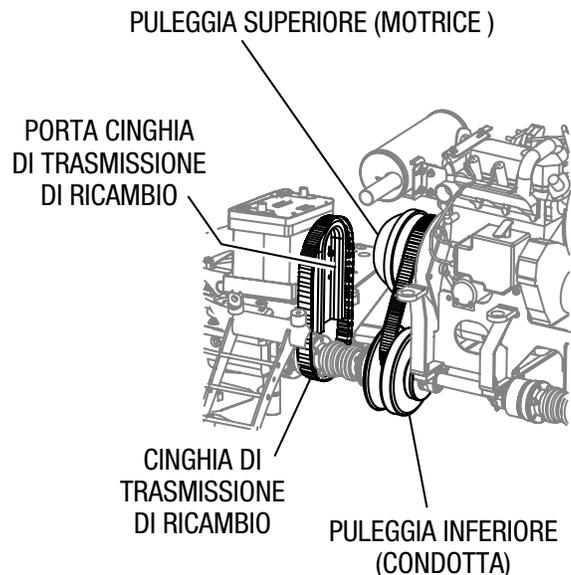
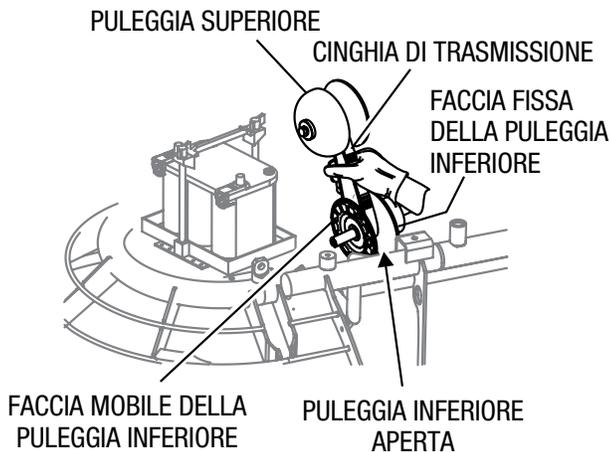

Figura 17. Cinghia di trasmissione, porta cinghia e pulegge
Figura 18. Espandere la puleggia di trasmissione inferiore
1. Rimuovere la griglia all'estremità sinistra e aprire il coperchio di sinistra (vedere figura 4) per accedere alla cinghia di trasmissione, alla cinghia di trasmissione di scorta e alle pulegge (figura 17). Stringere la cinghia di trasmissione come illustrato nella figura 18 e tirare verso l'alto la cinghia a V. Questa operazione aprirà i lati della puleggia motrice inferiore.